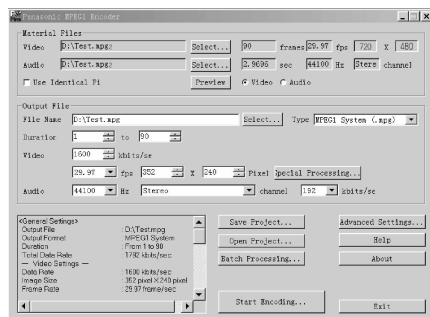
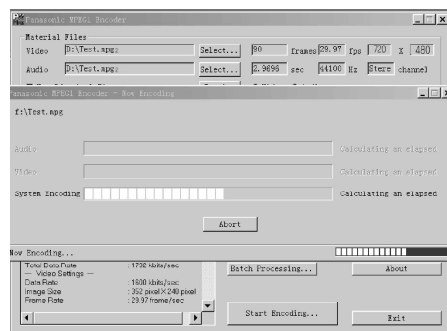

图 2
图 3
2. 现在来做最重要的一步，重新打开 Panasonic MPEG-1 Encoder，选择你欲转化的 MPEG-2 音频和视频文件（如图 2）。把在程序界面中看到的音频文件长度乘以 23.976，所得的结果应该十分接近其视频文件大小。如果上述操作完成后正确，则就可以开始编辑 MPEG-2 文件了（如图 3）！由于我国视频图像格式